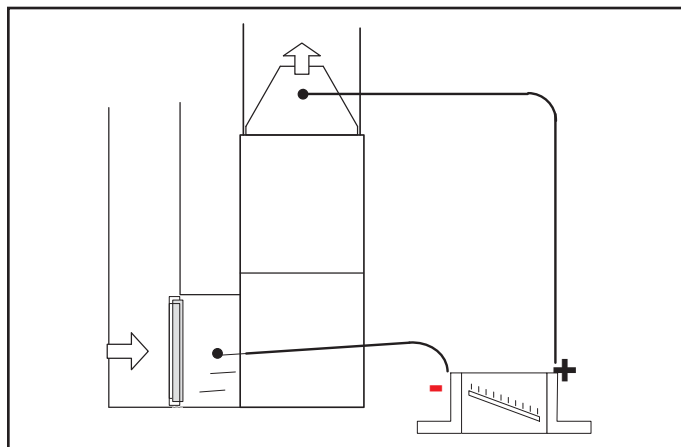

Figure 52. Test de pression statique
1. Emplacements des prises de pression à la Figure 52.